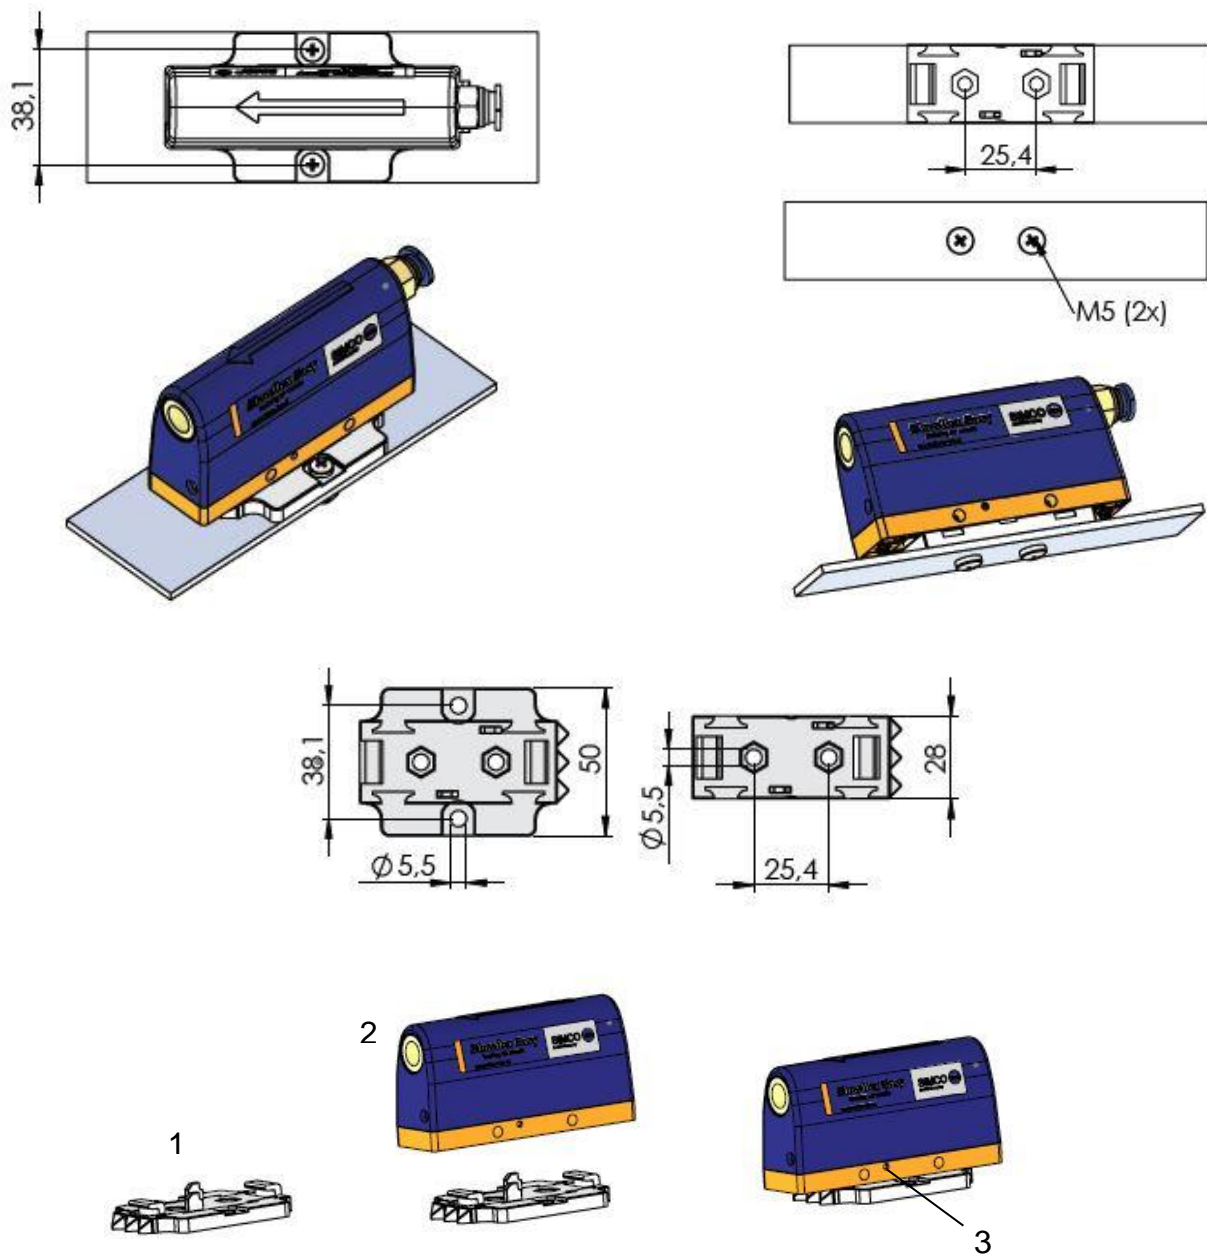

Afbeelding 5.2: Bevestiging met behulp van bestaande bevestigingsgaten
- Monteer de ionisator volgens een van de in afbeelding 5.2. aangegeven mogelijkheden.